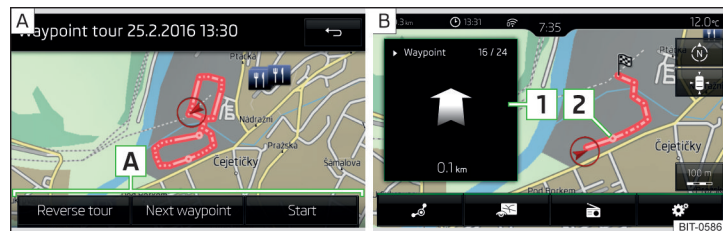

Fig. 246 Visualización de un itinerario de los puntos recorridos / Recorrer un itinerario de los puntos recorridos
- Seleccionar uno de los siguientes menús » fig. 246 - [A].
Durante el recorrido de un itinerario de los puntos recorridos aparece en la ventana adicional **Itinerario de los puntos recorridos** la visualización de la dirección, así como la distancia hacia el próximo punto recorrido, el número continuo del próximo punto recorrido, y la cantidad total de los puntos recorridos [1] » fig. 246 - [B].
"Se" "reduce" sucesivamente el itinerario de los puntos recorridos de la posición del vehículo hacia el próximo punto recorrido [2] » fig. 246.
- Visualización del itinerario de los puntos recorridos » fig. 246 de la pág. 204